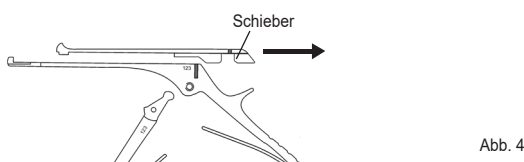

Abb. 4
- Ziehen Sie den Schieber nach hinten aus der Führung (Abb. 4).